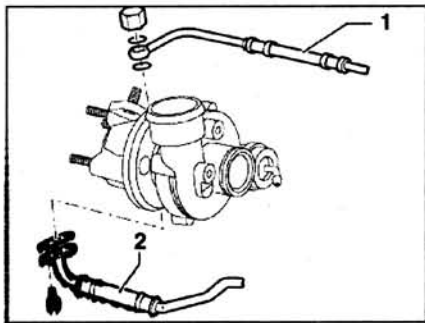

Рис. 2.142. Отсоедините нагнетающий 1 и сливной 2 маслопроводы от турбокомпрессора.
5. Отсоедините нагнетающий 1 и сливной 2 маслопровода от турбокомпрессора (рис. 2.142).